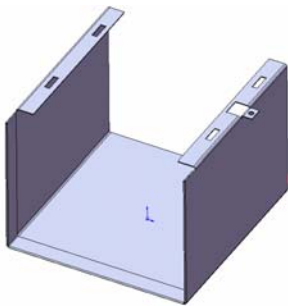

图 10-86 生成的“拉伸切除”特征
⑧ 生成“拉伸切除”特征。选择菜单栏中的“插入”→“切除”→“拉伸”命令，或者单击“特征”工具栏中的“拉伸切除”图标，在属性管理器中“深度”栏中键入数值：0.5，其他设置如图 10-85 所示，最后，单击“确定”图标，生成拉伸切除特征，如图 10-86 所示。